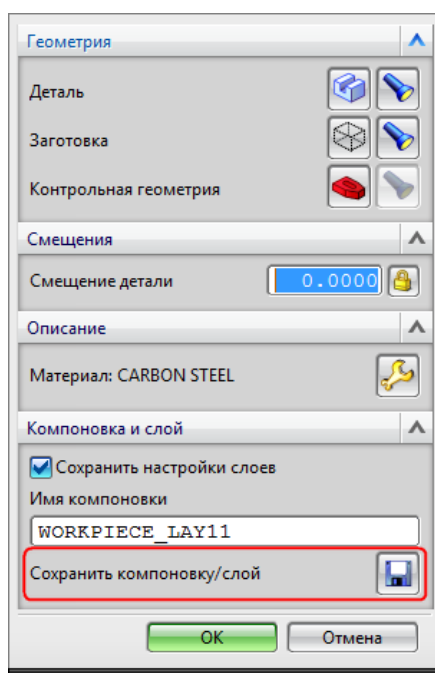

Рис. 2.16. Сохранение текущей компоновки и слоя
- нажать **Сохранить компоновку/слой** (см. рис. 2.16).